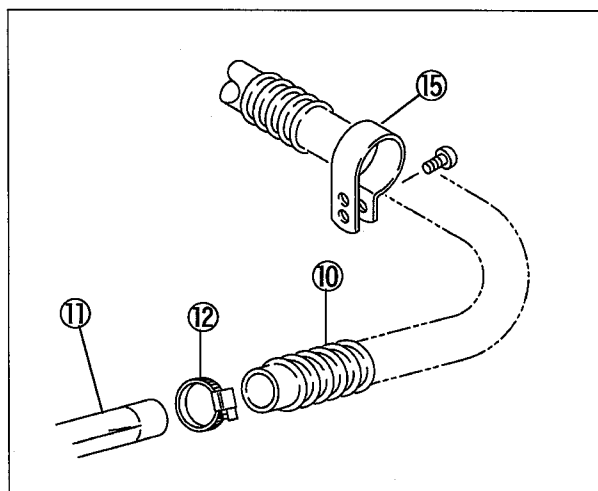

図11
- (3) ホース⑩を吸込管の排気側⑪に差し込み、ホースバンド⑫で固定する。(図11参照)